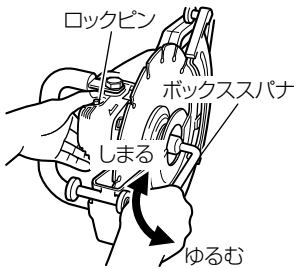

図 10
- (3) ロックピンを押してスピンドルを固定し、ボルトを付属のボックススパナで十分に締付けます。(図 10)
付属のボックススパナでボルトをはずします。(図 10)